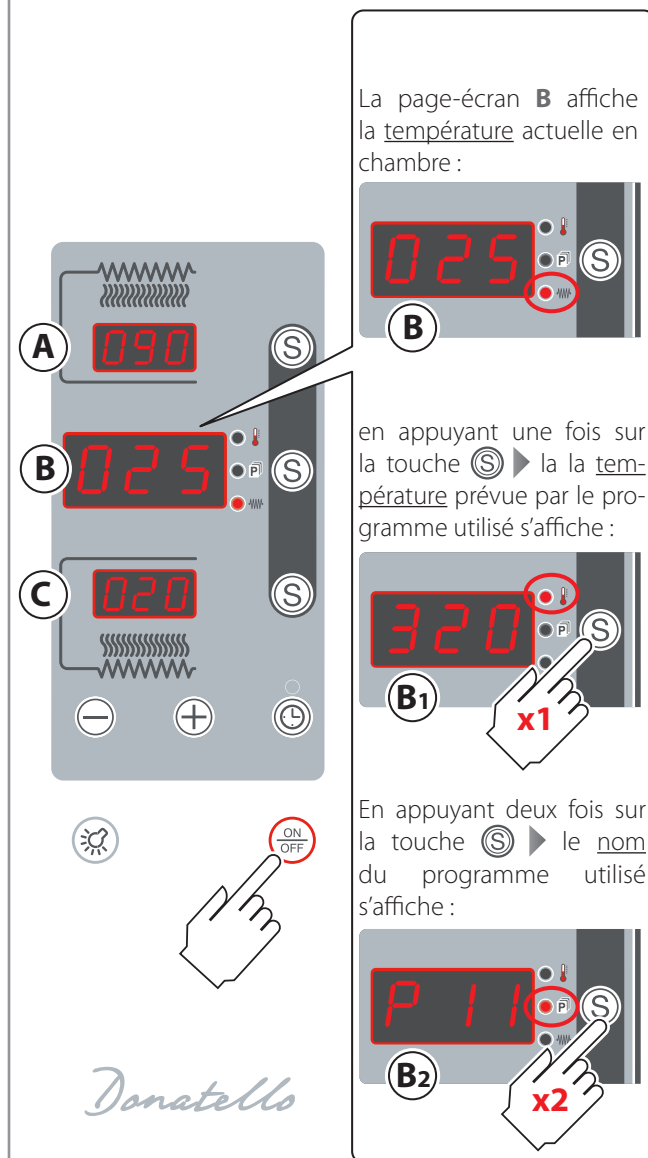

Fig.15.
Consultez le ► chap. « **Allumage manuel** » à la page **14** et **Fig.15**.
► **Fig.15.**